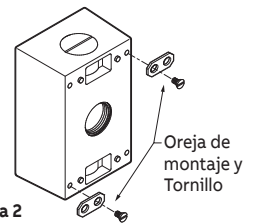

Figura 2
- Seleccione dos de los cuartos orificios en la parte trasera de la caja que mejor se acoplen a su instalación y conecte las orejetas de montaje con los tornillos de ¼" de largo. Para la mayoría de las aplicaciones, las orejetas se montaran diagonalmente una de la otra. (Figura 2)